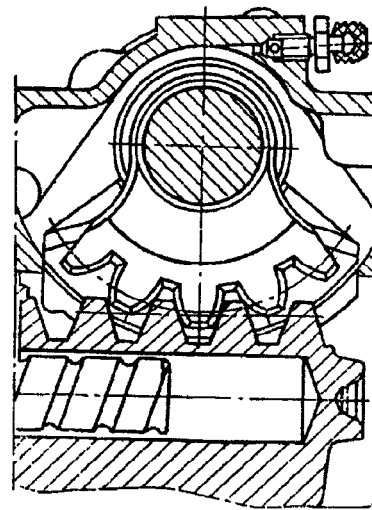

Рис. 273. Установка вала сошки
60. Поршень 36 установите в среднее положение, вставьте в картер 25 боковую крышку 14 в сборе с валом 22 сошки так, чтобы средний зуб сектора вала сошки вошел во вторую впадину поршня (рис. 273), и закрепите крышку болтами 12 (см. рис. 254) с шайбами.	Ключ 17 мм